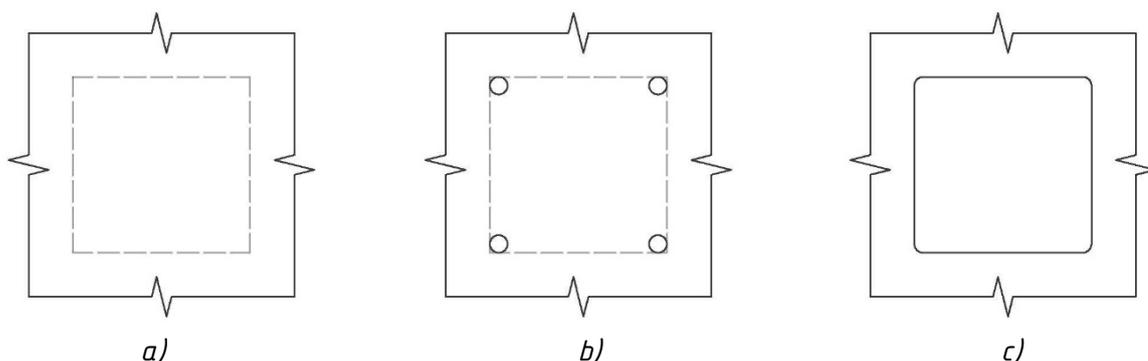

Рис. 5. Резка прямоугольных отверстий
- Выполнить разметку отверстия (рис. 5 а);
- В каждом углу просверлить по отверстию (рис. 5 б);
- Выполнить резку между отверстиями УШМ с использованием направляющего устройства (рис. 5 с).